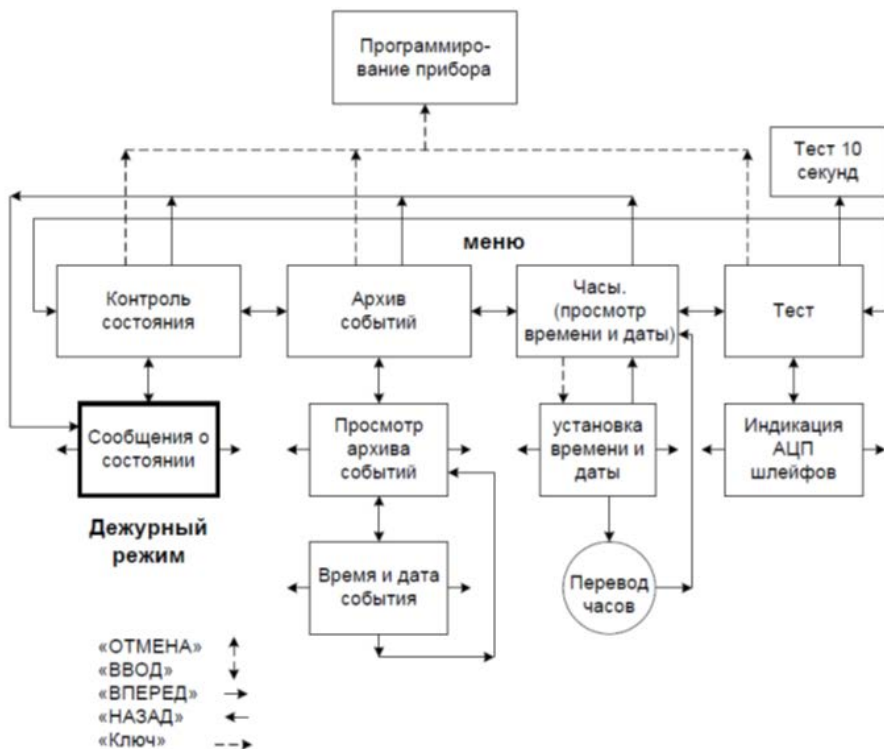

Рис.6.1 Управление, режимы работы и индикация.
6.5 Управление прибором с помощью кнопок клавиатуры на панели центрального прибора, режимы работы и индикация отображено на рис.6.1.